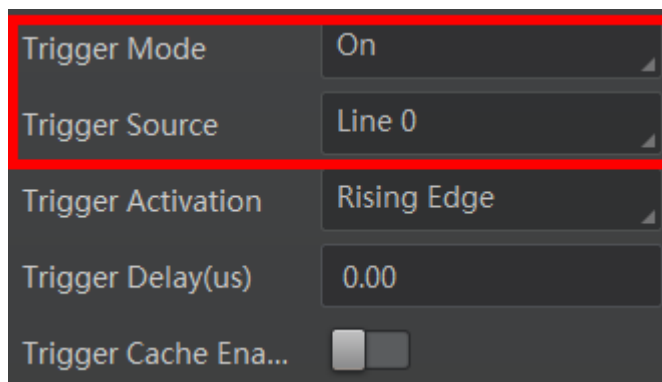

图4-8 Line 0/Line 2 设置为触发源
2. *Trigger Source* 参数下拉选择 *Line 0* 或 *Line 2*，如图 4-8 所示。